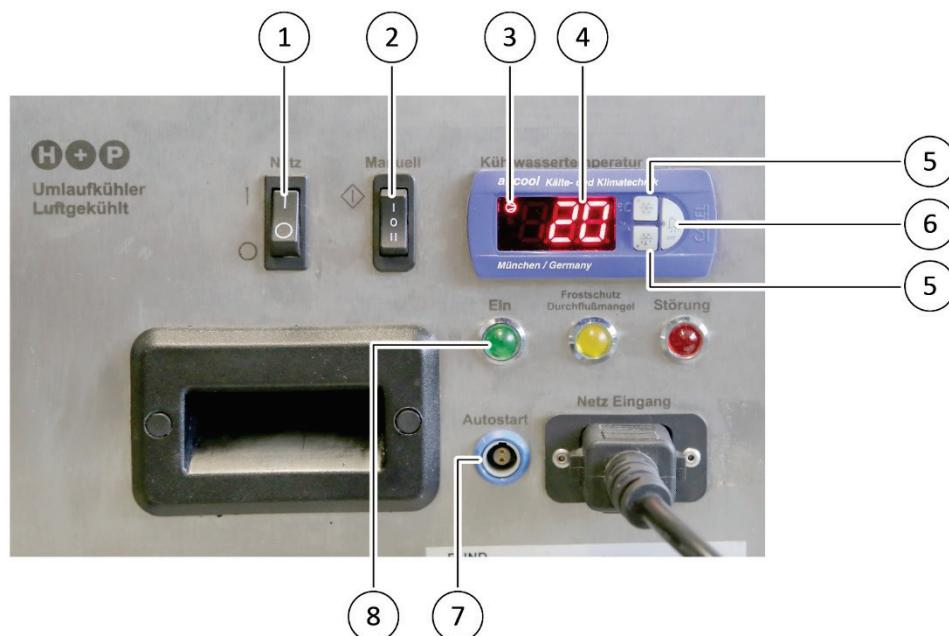

Bild 16: Bedienelemente des Umlaufkühlers
- Das Display zeigt die aktuelle Temperatur des Kühlwassers (► Bild 16).
Die IST-Temperatur wird im Display des ULK angezeigt (► Bild 16).